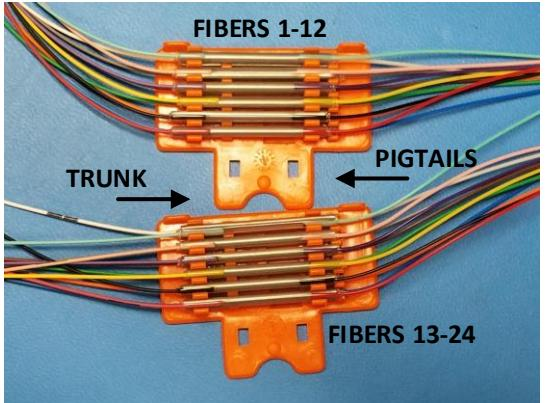

Figure 8
- 4.2 Selon le nombre de fibres, les insérer dans le support de raccordement de la manière illustrée à la **figure 8**.